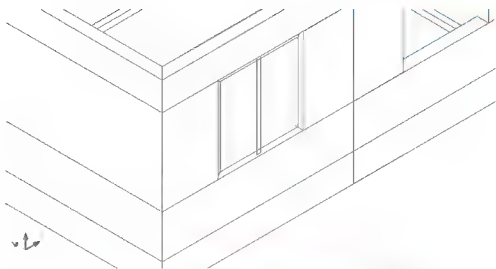

图 6.23 绘制玻璃 (消隐后图形)
(6) 按 Enter 键结束命令,结果如图 6.23 所示,生成的“玻璃”只是带有 1800mm 厚的多段线的线框。